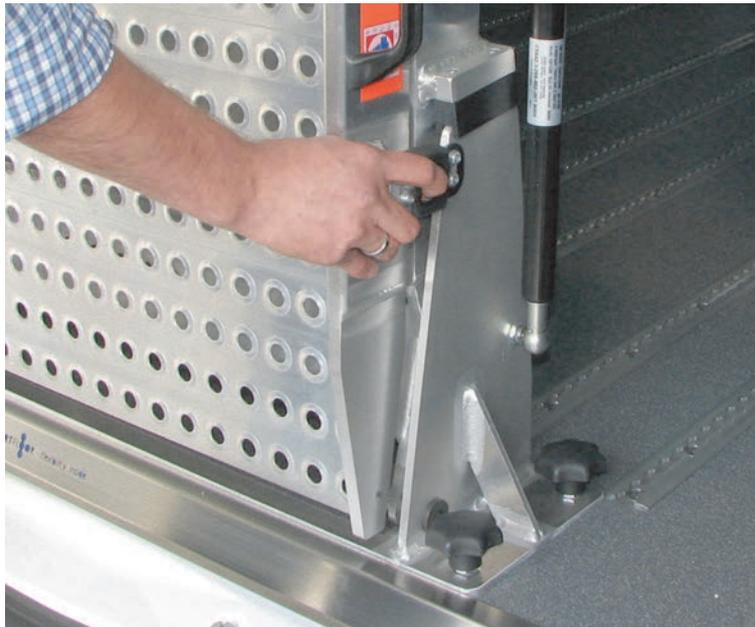

Abbildung 6: „PRESS“-Knöpfe drücken
- ⇒ Drücken und Halten Sie die „PRESS“-Knöpfe an beiden Klinkenschlössern (siehe Abbildung 6).